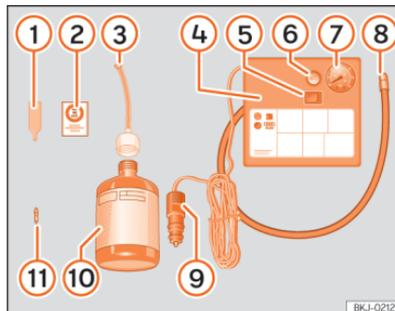

Fig. 231 Representação standard: conteúdo do kit antifuros.
O kit antifuros está localizado na bagageira, por baixo do revestimento do piso. Inclui os seguintes componentes »» **Fig. 231**:
- Desenrosque a proteçao e o obus da válvula do pneu. Utilize o aparelho »» **Fig. 231 1** para retirar o obus. Coloque-o numa superfície limpa.
- Agite com força a garrafa de vedante de pneus »» **Fig. 231 10**.
- Enrosque o tubo de enchimento »» Fig. 231 ③ na garrafa de vedante. O selo da garrafa partir-se-á automaticamente.
- Remova o tampão do tubo de enchimento »» Fig. 231 ④ e enrosque a extremidade aberta do tubo na válvula do pneu.
- Volte a colocar o obus com o aparelho »» Fig. 231 ① na válvula do pneu.
- Enrosque o tubo de enchimento do pneu do compressor »» Fig. 231 ⑧ na válvula do pneu.
- Verifique se o parafuso de evacuação de ar está fechado »» Fig. 231 ⑥.
- Ligue o conector »» Fig. 231 ⑨ a uma tomada de corrente de 12 volts do veículo »» Página 230.
- Ligue o compressor de ar com o interruptor ON/OFF »» Fig. 231 ⑤.
- Cole o autocolante »» Fig. 231 ② no painel de instrumentos, dentro do campo visual do condutor.
Volte a enrosçar o tubo de enchimento »» Fig. 231 ⑧ e verifique a pressão no manómetro ⑦.